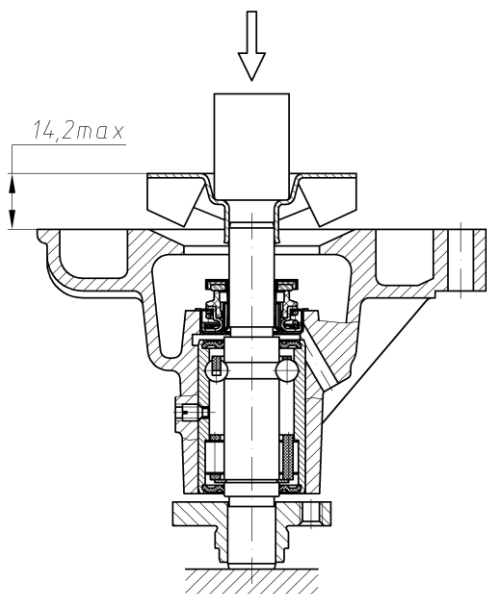

Рис.67. Напрессовка крыльчатки
– напрессовать крыльчатку на валик подшипника, выдержав размер между торцом крыльчатки и торцом корпуса насоса не более 14,2 мм (рис.67). **Не допускается прикладывать усилие запрессовки к обратным сторонам лопастей во избежание их деформации;**